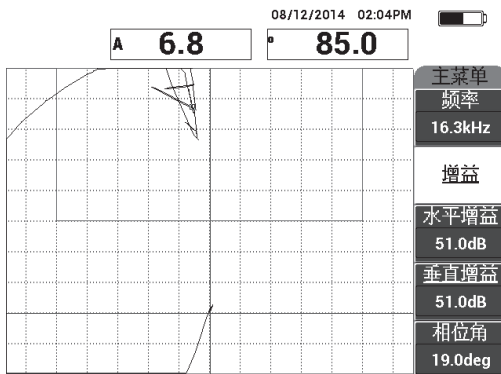

图 6-67 为空气信号点调整增益
3. 如果需要，按**增益键 (dB)**，并调整**增益**，使空中信号点保持在屏幕上（参见第 161 页的图 6-67）。